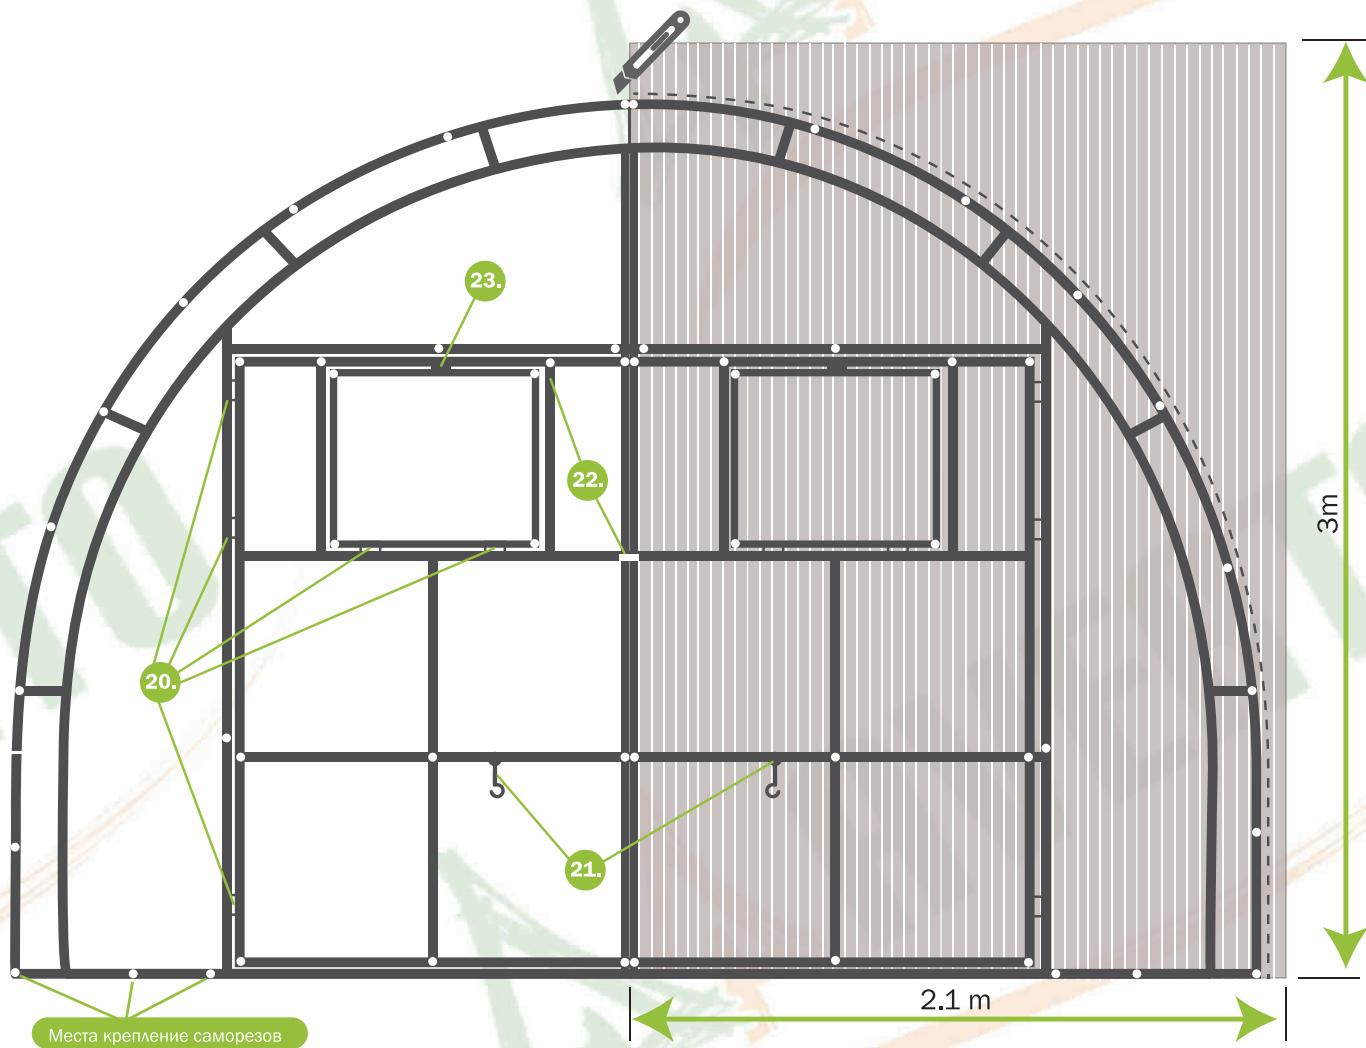

рис. 2
5.2.2. Положите отрезанную часть поликарбоната на торец. Выровните по центру торца и закрепите саморезами 5,5x25 мм (см. рисунок 2). Обрежте сотовый поликарбонат ровно по дуге.